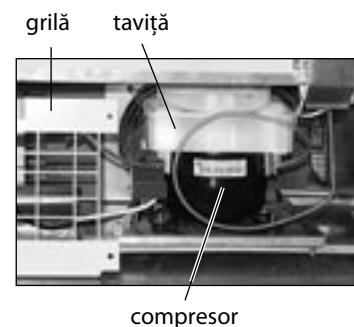

Figura 10
2.5.2 Grila, compresor și totul ce este situat alături după grilă, în conformitate cu figura 10 trebuie să fie curățate de cel puțin două ori pe an. Pentru a scoate grila este necesar să deșurubați 4 șuruburi cu ajutorul unei chei pentru piulițe. După curățare instalați în ordine inversă.